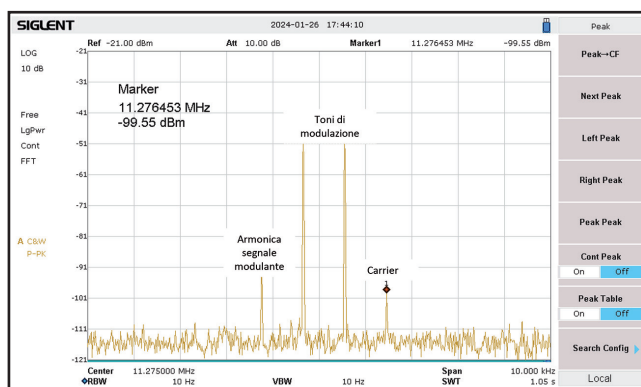

Fig 15 - TP3 – Spettro del segnale in TP2 dopo il secondo filtro
- Fig 15 - TP3: Spettro del segnale in TP2 dopo il secondo filtro, si noti come dopo questo filtro il segnale a due toni risulta particolarmente pulito, il segnale SSB ha subito una compressione di circa 10 dB pur mantenendo la portante e i prodotti armonici della modulazione sotto i -45 dB